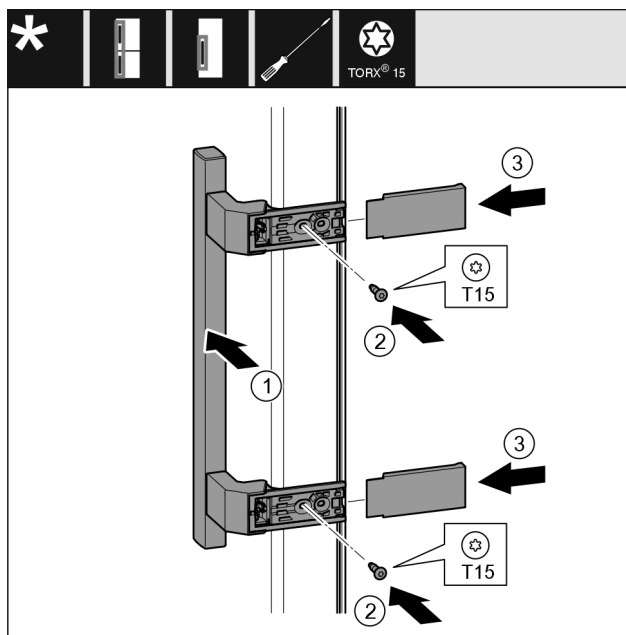

Fig. 25
- Applicare la maniglia Fig. 25 (1) sul lato opposto.
- Stringere le viti Fig. 25 (2) con un cacciavite.
- Applicare le coperture Fig. 25 (3) lateralmente e spingerle in sede.